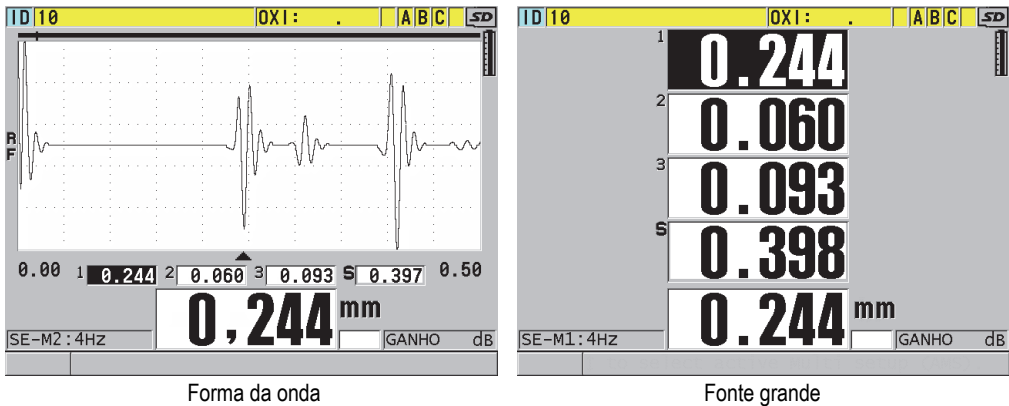

Figura 7-8 Modos de exibição multimediação com três camadas e soma
- d) Na função **MODO DE EXIBIÇÃO** selecione (veja Figura 7-8 na página 115):
- c) Na função **MODO DE EXIBIÇÃO** selecione **ONDA** ou **FONTE GRANDE** (veja Figura 7-8 na página 115).